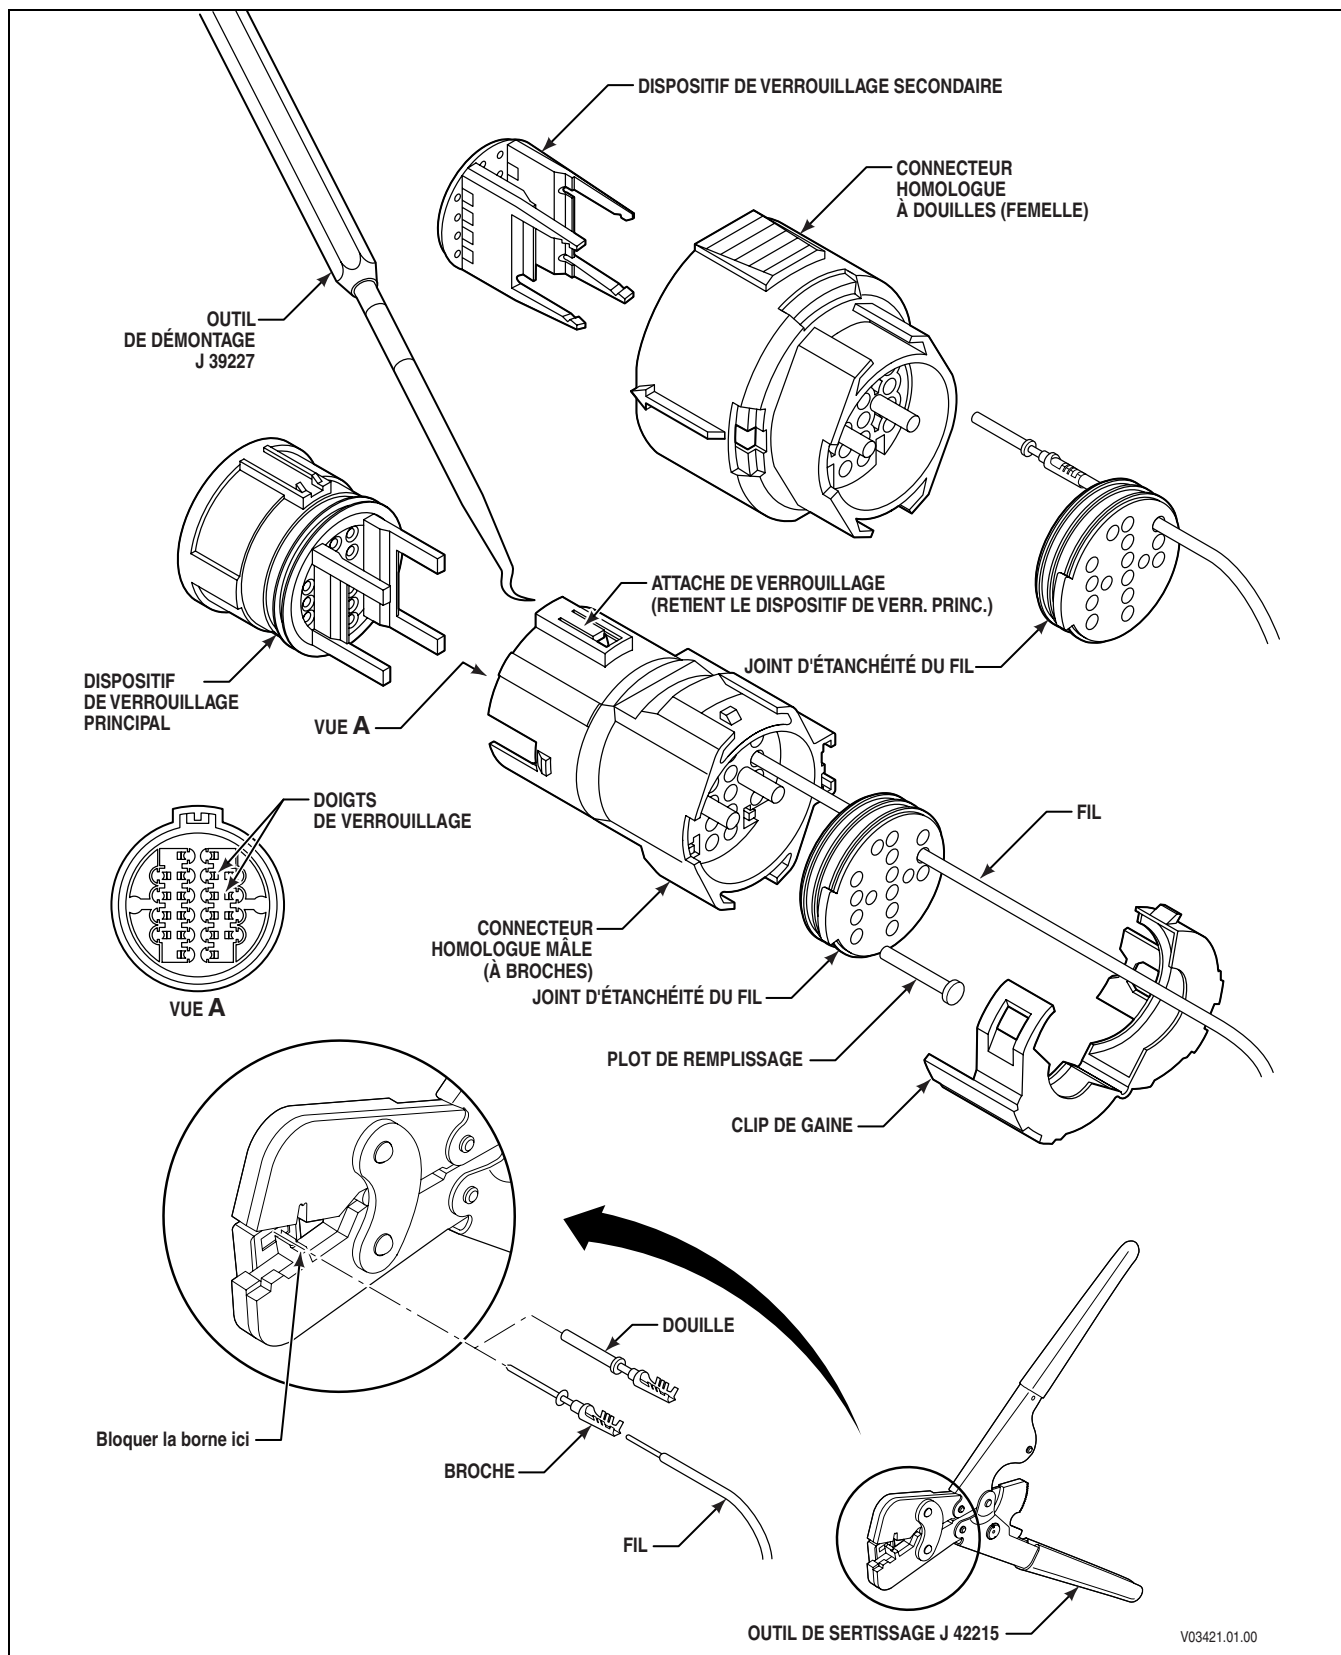

Figure E-4C. Connecteur Micro Pack Delphi-Packard (sélecteur de vitesses en ligne)
2. Connecteurs du sélecteur de vitesses en ligne (dispositif) (Figure E-4C)
3. Connecteurs du faisceau du sélecteur de vitesses en ligne (Figure E-4C)
4. Terminez l'installation des bornes des connecteurs du sélecteur de vitesses en ligne comme suit : (Figure E-4C)